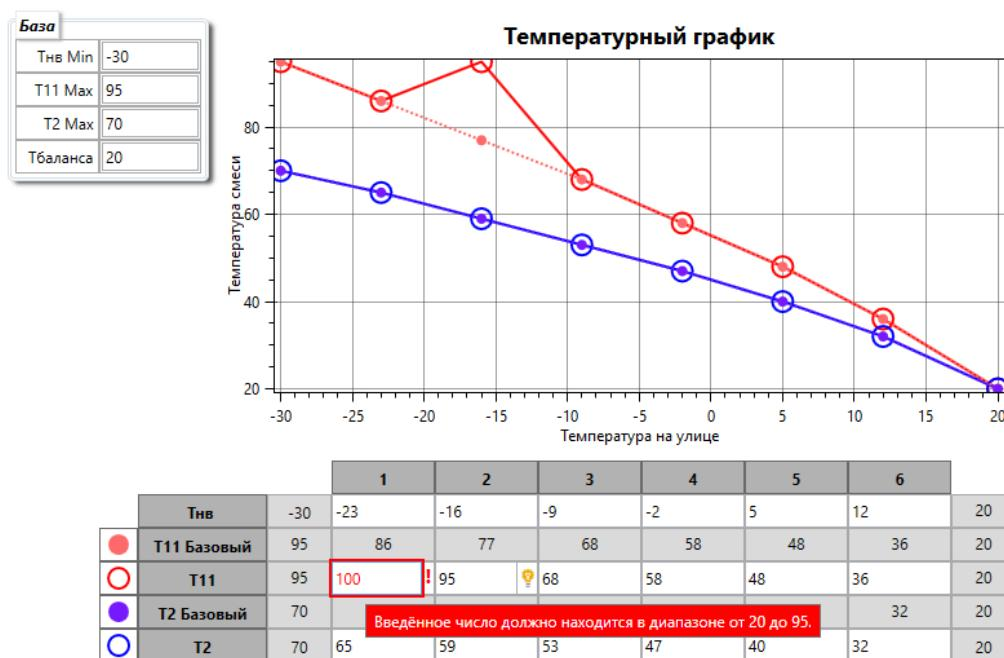
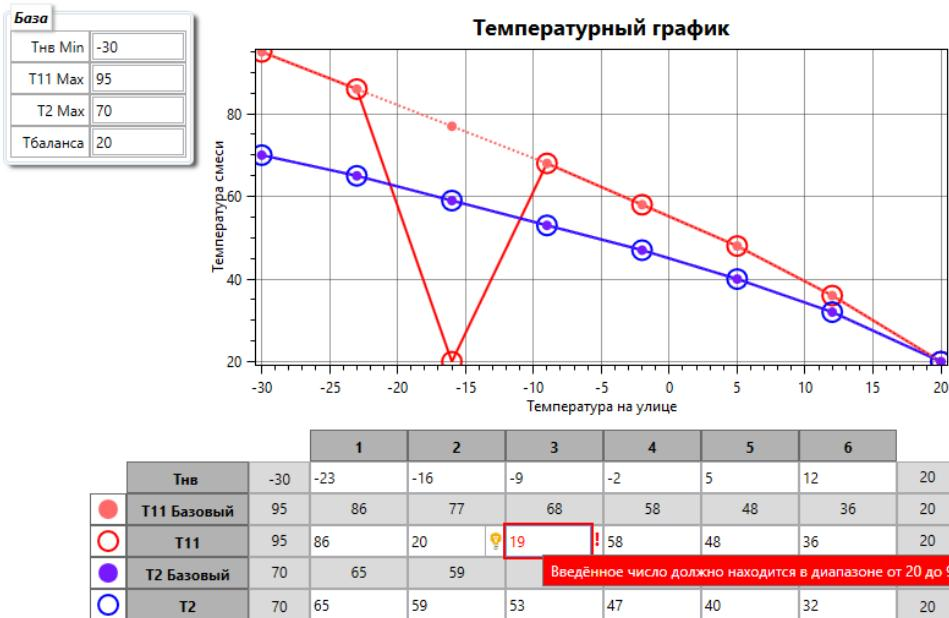

Рисунок 27 – контроль верхней границы для T11
Рисунок 28 – контроль нижней границы для Т11
- T11Max<= T11<=Тбаланса (Рисунок 27 и Рисунок 28);